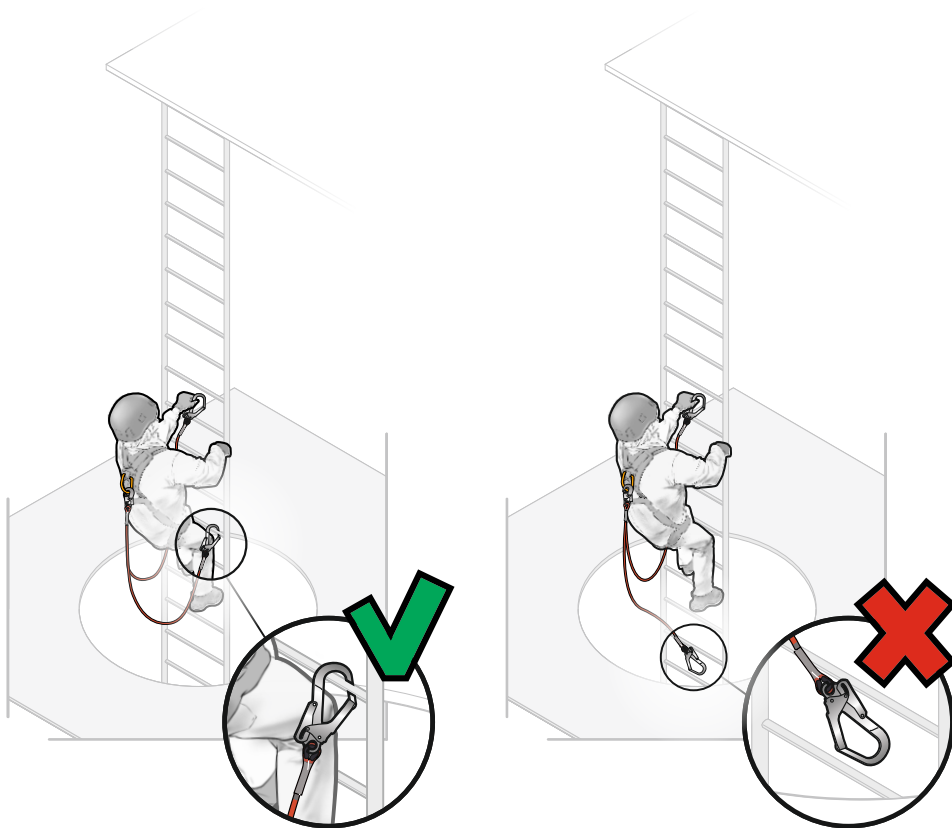

Рис. 13 Соединение двухплечевого стропа с анкерной конструкцией по принципу непрерывной страховки.
4. Соединить стропа противоположной стороной с анкерной точкой/линией/опорой. При работе один из стропов ВСЕГДА должен быть соединен с анкерной точкой/анкерной линией/опорой (принцип непрерывной страховки) (рис. 13).